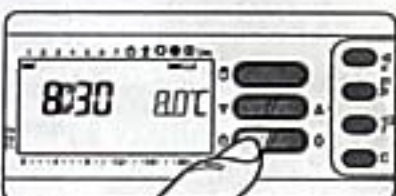

Fig. 52
**10.1** - Premere una sola volta il pulsante  $\Phi$  (fig. 52).